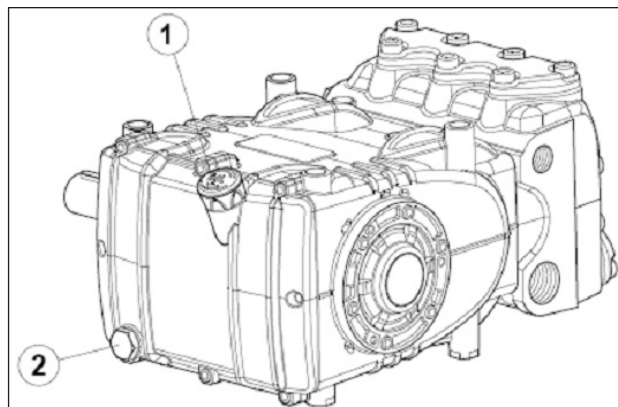

Fig. 3
Verifique o nível de óleo, e se necessário, reabasteça. Da haste do nível do óleo pos. ①, Fig. 3. O controle correto do nível do óleo é realizado com a bomba em temperatura ambiente, a troca do óleo é executado com bomba de temperatura de trabalho, removendo: a haste do nível do óleo pos. ①, e sucessivamente a tampa pos. ②, Fig. 3. O controle do óleo e a troca são efetuados conforme indicado na tabela da Fig. 14, capítulo 11. A quantidade necessária é de ~ 2 litros.